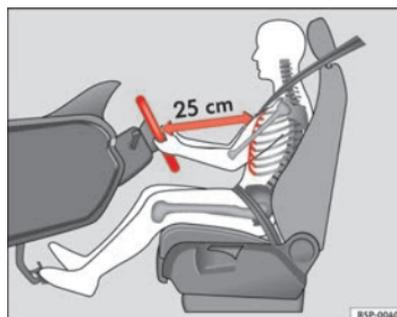

Fig. 116 Posición correcta del conductor
- Ajuste el volante hasta alcanzar la posición deseada ⇒ fig. 116.
- Ajuste el asiento del conductor o el volante de modo que quede una distancia mínima de 25 cm entre el volante y el tórax ⇒ página 163, fig. 116. ¡Si no respeta la distancia mínima, el airbag no le protegerá adecuadamente y corre peligro de muerte!